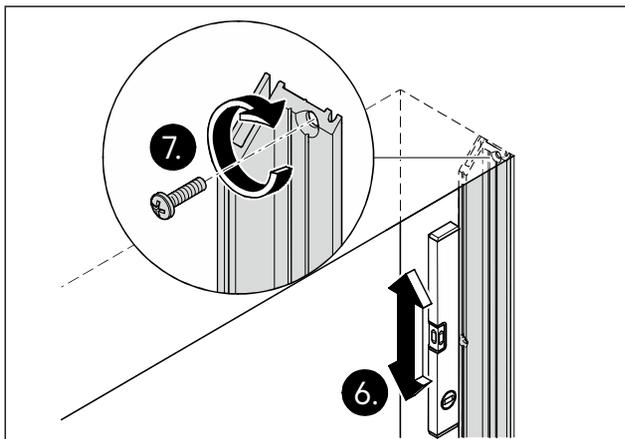

Abb. 25 Das Zargen-Adapterprofil ausrichten und befestigen
6. Das Zargen-Adapterprofil ausrichten (Abb. 25).